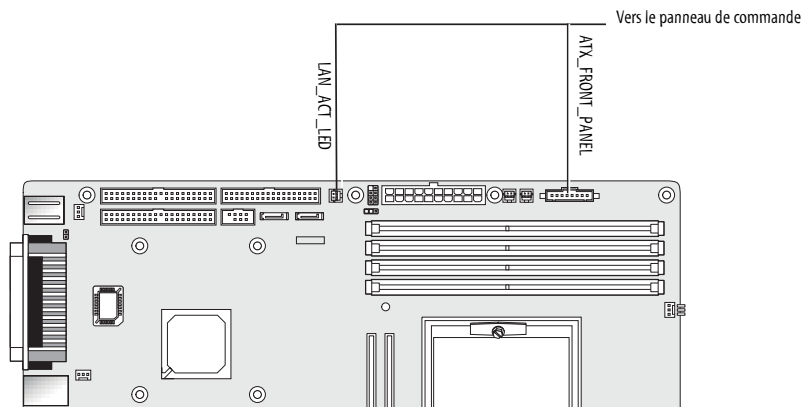

FIGURE 4-23 Retrait des câbles du panneau de commande
6. Déconnectez les deux connecteurs qui permettent de relier le panneau de commande à la carte mère et retirez le panneau de commande du châssis (voir la FIGURE 4-23).